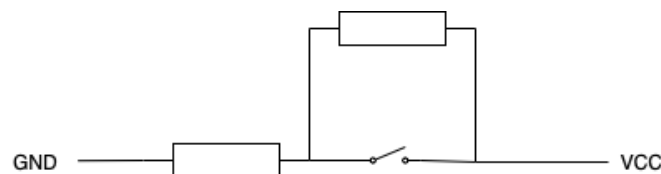

図2：プルアップ抵抗を用いた回路
- ① プルアップ抵抗とは何も入力がないとき、アップ（ON）状態にする回路のこと。プルアップ抵抗を使った回路を図2に示す。